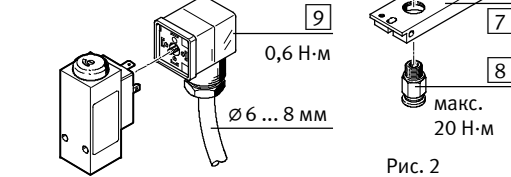

Рис. 3
3.3 Электрическая часть → рис. 3